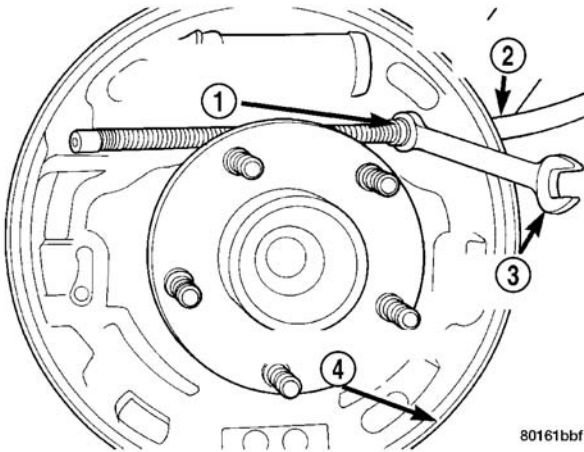

图 120 从制动底板拆下停车制动拉线
(7) 从制动底板上拆卸制动衬片。（参见 5—制动系统/液压系统/机械结构/制动衬块/制动衬片-拆卸）。
(8) 从停车制动器操纵杆拆下停车制动拉线。
(9) 使用 14 毫米扳手按压固定脚（图 120），从制动底板上拆下停车制动拉线外壳固定器。